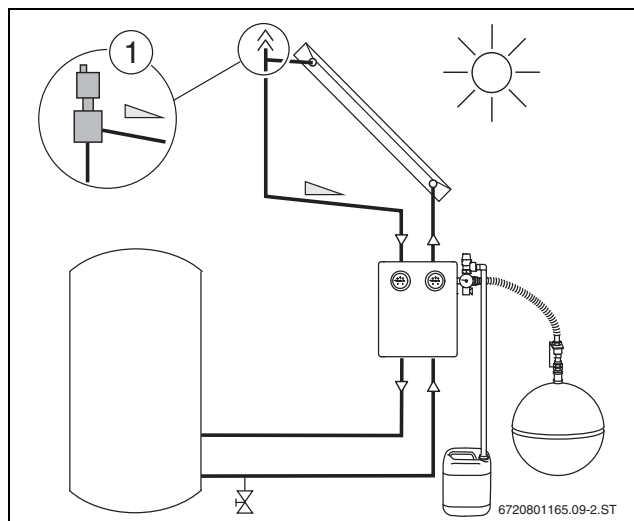

Fig. 8 Posição do purgador automático
- No campo de colectores, formar uma "bolsa de condução" com o tubo de avanço e de retorno com mínimo de 1,5 m de altura (→ fig. 8).